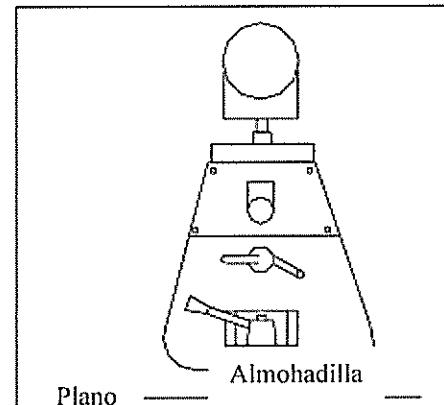

Figura 3-2
- b. El plano donde se coloca la almohadilla (Figura 3-2).